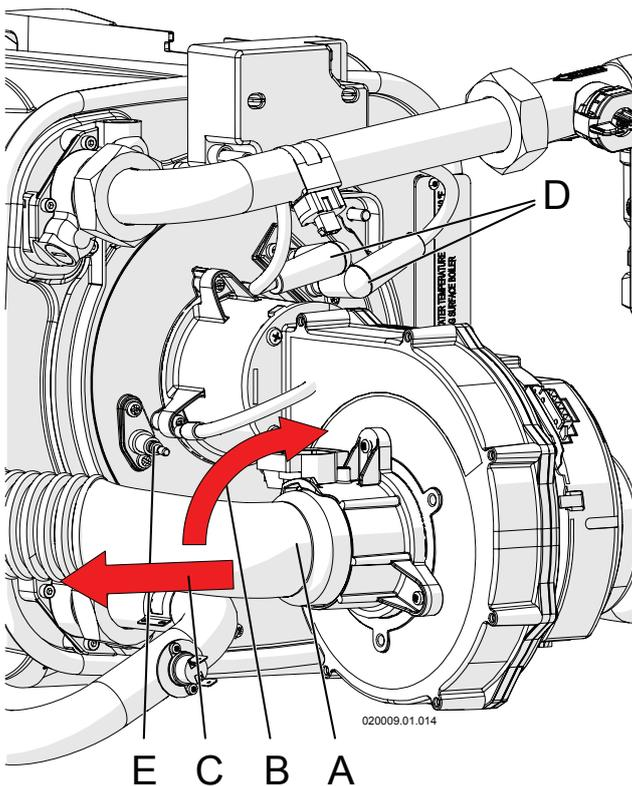

Figure 15-3 - Démontage du collecteur d'air
- 4.- démonter le collecteur d'air «A» de la Figure 15-3 en le tournant dans le sens horaire et en l'extrayant ensuite vers la gauche ;